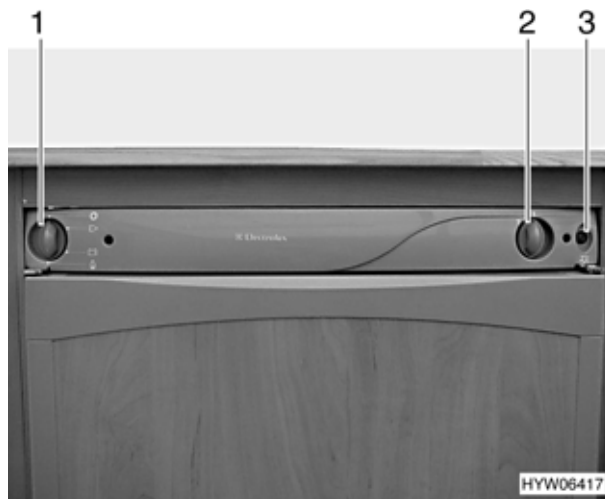

Fig. 155 Elementi di comando del frigorifero (variante 1)
- Posizionare il selettore di energia (Fig. 155,1) su gas .
- Premere il pomello girevole (Fig. 155,2) e mantenerlo premuto. L'alimentazione di gas è ora aperta. L'accensione avviene automaticamente. La luce spia (Fig. 155,3) lampeggia e è possibile ascoltare un ticchettio fino a quando non sarà stato possibile effettuare con successo il procedimento di accensione.
- Tenere premuto il pomello girevole (Fig. 155,2) per altri 10 - 15 secondi, poi rilasciarlo. Quando la fiamma si spegne, l'apparecchio di accensione ripete automaticamente il procedimento di accensione.
- Posizionare il selettore di energia (Fig. 155,1) su "O". Il frigorifero è spento.
- Posizionare il selettore di energia (Fig. 155,1) sull'alimentazione a 230 V .
- Impostare la temperatura di refrigerazione con il pomello girevole (Fig. 155,2).
- Posizionare il selettore di energia (Fig. 155,1) sull'alimentazione a 12 V .